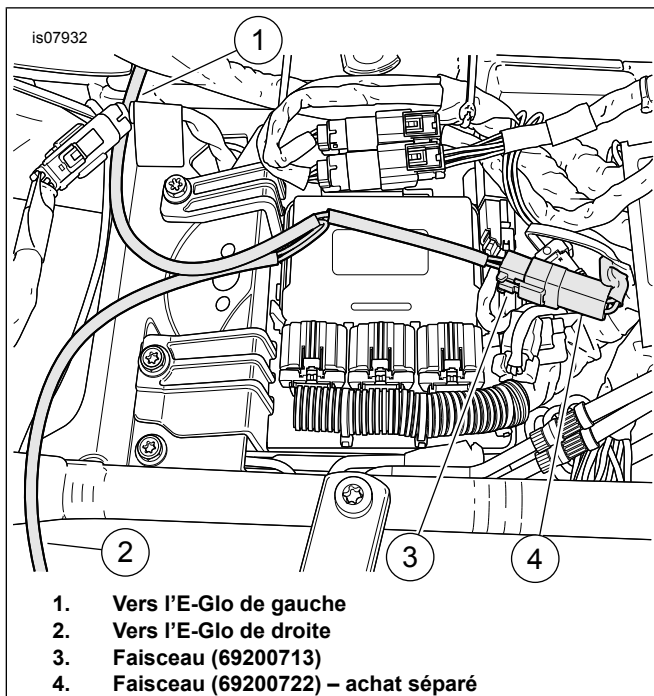

Figure 3. Poser le faisceau de connexion électrique
3. Voir Figure 3. Poser la rallonge de faisceau électrique conformément aux instructions dans ce kit (se reporter aux exigences d'installation).